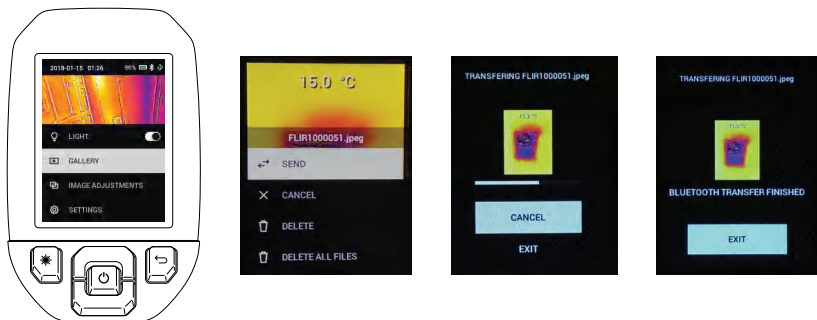

图 7.2 将图像发送至移动设备
1. 从主菜单中打开 TG275 的图像库，然后使用箭头键滚动到图像。有关支持此部分的图示，请参见下面的图 7.2 和 7.3。